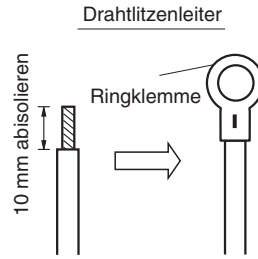
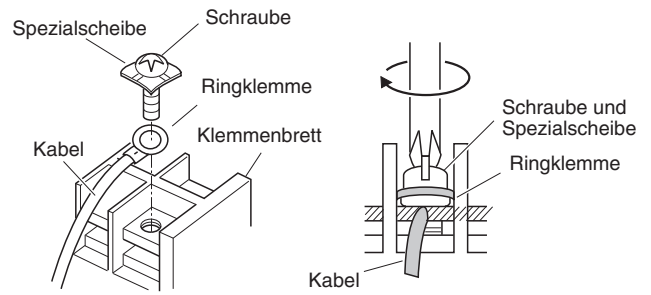

Abb. 4-7
Abb. 4-8
- (1) Das Ende des Kabels mit einem Seitenschneider beschneiden, dann die Isolierung abziehen, um ungefähr 10 mm der Litze freizulegen; danach die Enden der Litze verdrehen. (Abb. 4-7)
- (2) Unter Verwendung eines Kreuzschlitz-Schraubendrehers die Klemmschraube(n) vom Klemmenbrett herausdrehen.
- (3) Mit Hilfe eines Ringklemmen-Werkzeugs oder einer Klemmenzange die Ringklemme fest an jedem freigelegten Kabelende anbringen.
- (4) Die Ringklemme aufschieben, dann die vorher abgenommene Klemmschraube mit dem Schraubendreher wieder festziehen. (Abb. 4-8)